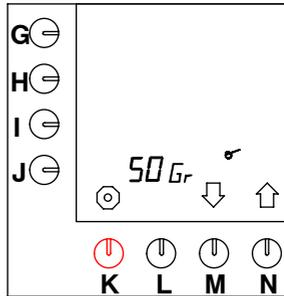

Fig. 49 Impostazione del calcolatore di caffè
- Premere il tasto di selezione (N.) $\uparrow$  fino a che sullo schermo viene visualizzato quanto illustrato nella fig. 49 .